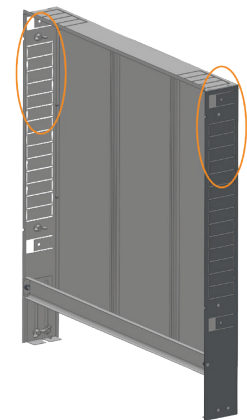

Figure 2: Retirez les alvéoles défonçables
1. Retirez les alvéoles défonçables (si nécessaire) pour accéder aux conduites d'alimentation et de retour (voir **Figure 2**).